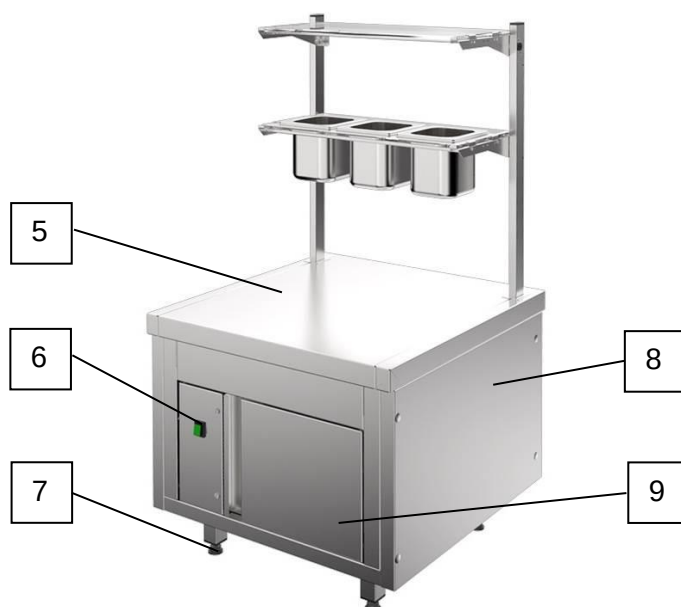

Рисунок 2. Вид прилавка со стороны продавца.
Для включения следует включить переключатель (6) (см. рис. 2). При включении загорается подсветка кнопки переключателя.